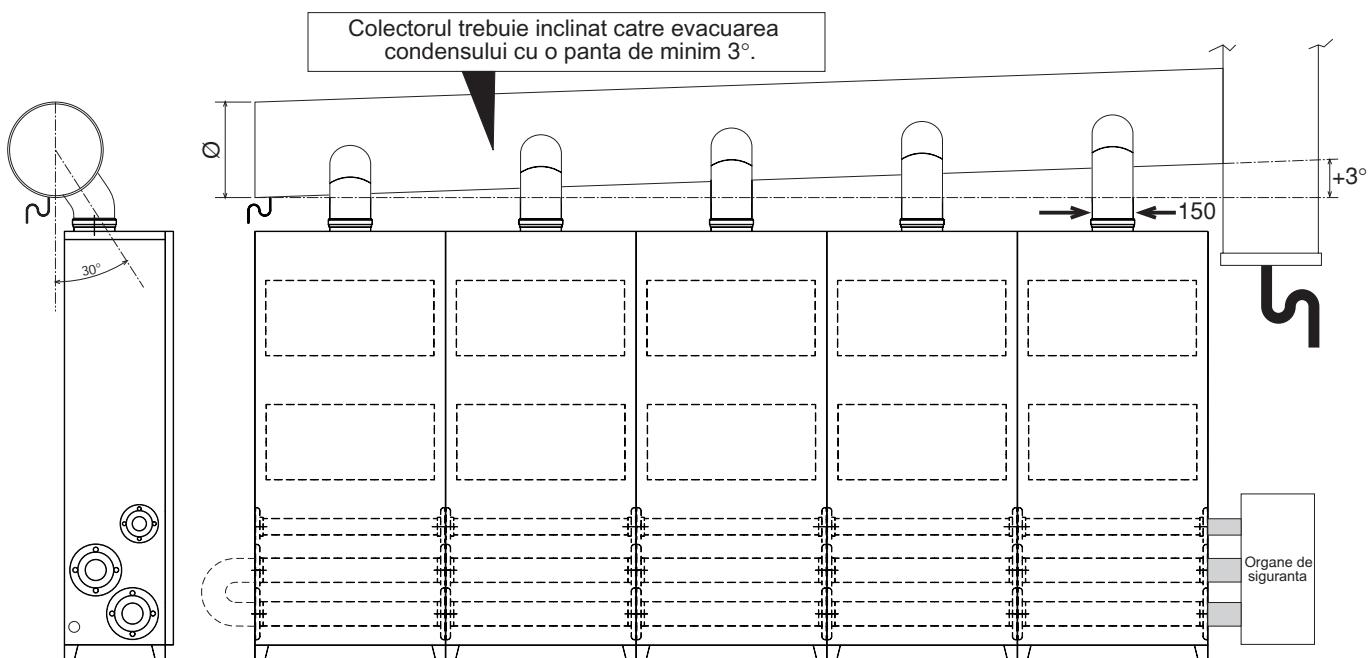

fig. 11
- La cuplarea mai multor module in cascada, legati iesirile de gaze arse (\varnothing 150) ale fiecarui modul ca in figura de mai jos, avand grija sa respectati diametrele colectorului si cosului prezentate in tabela alaturata. Intrarea cosurilor individuale in colector trebuie sa se faca cu o inclinatie de circa 30° fata de verticala (fig. 11).